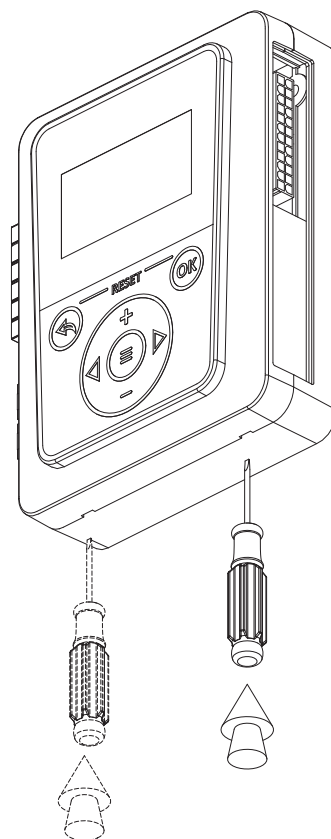

**Рис. 21 Демонтаж лицевой панели**
2. Снимите лицевую панель контроллера, ослабив защелки с помощью отвертки (**Рис. 21**);